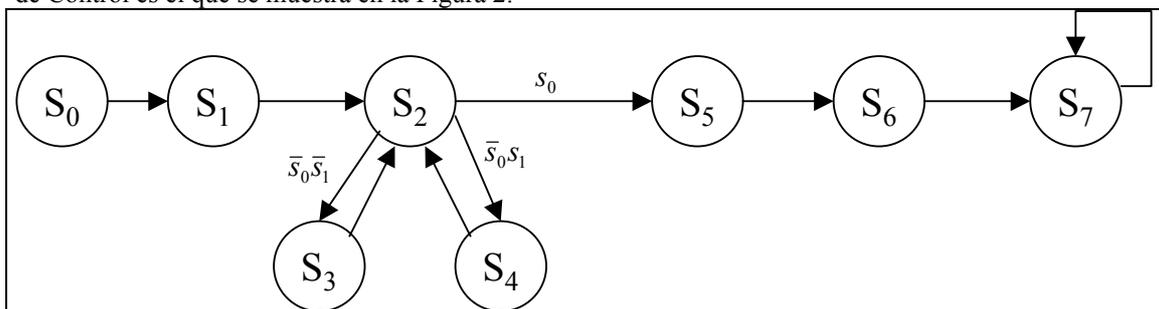
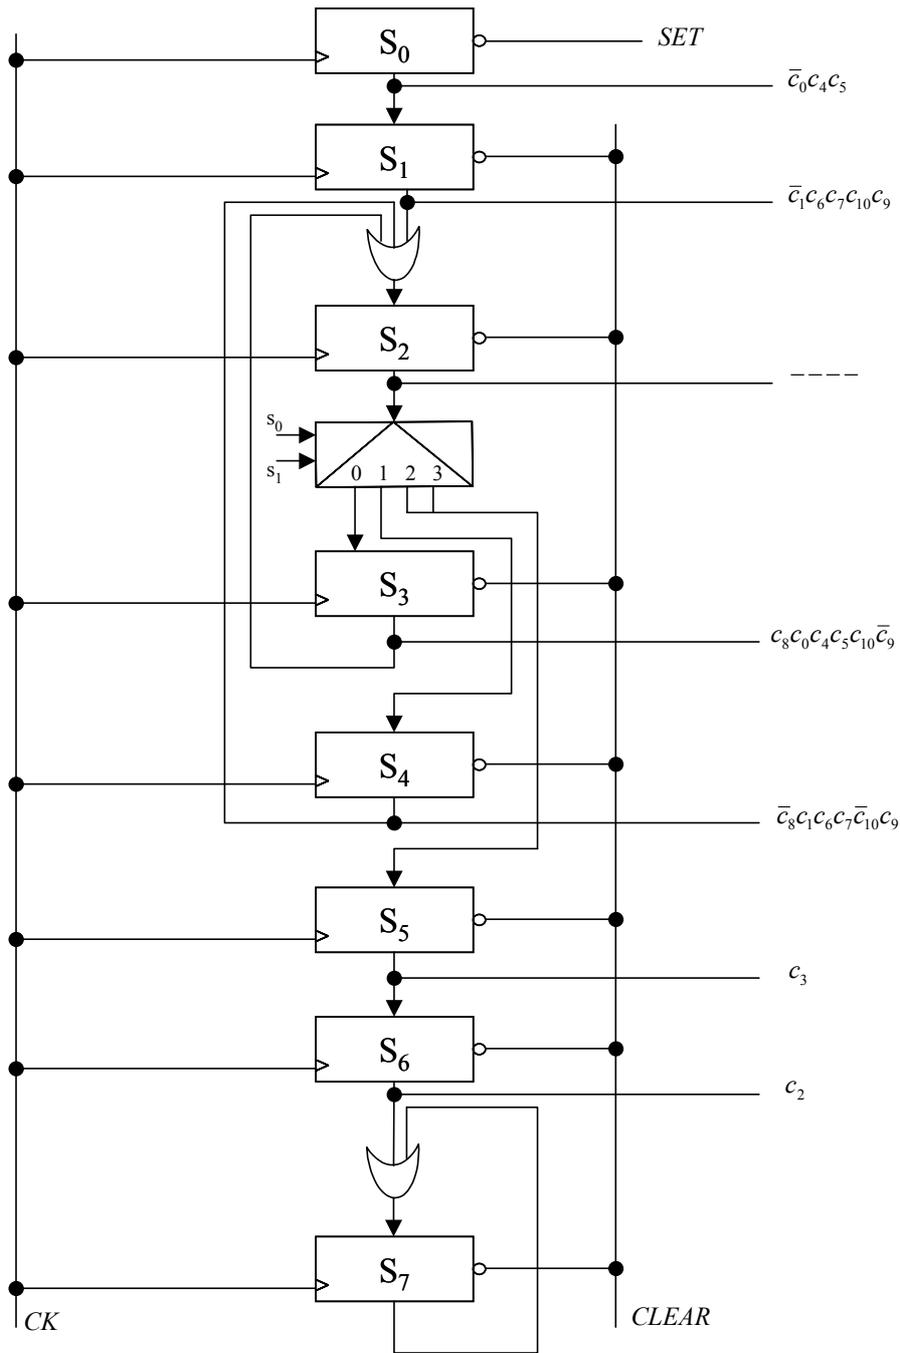
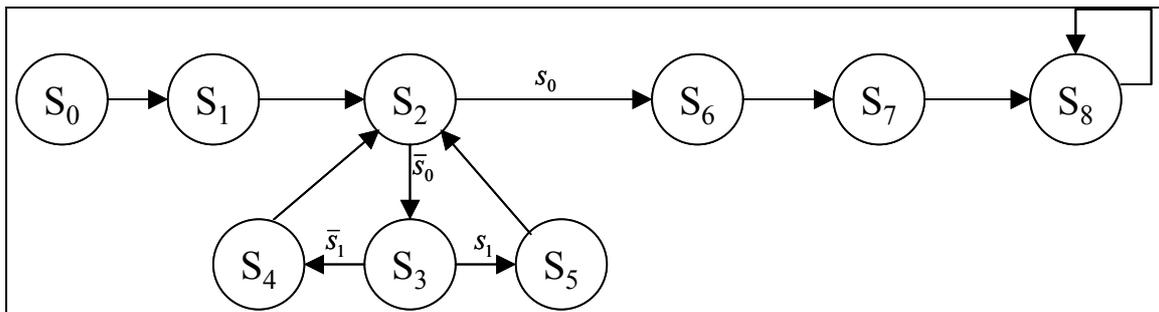

Figura 2 : Diagrama de estados de la Unidad de Control.
Figura 3 :Unidad de Control diseñada con un elemento de memoria por estado
Figura 5 : Diagrama de estados de la Unidad de Control.
Del algoritmo se deduce que un posible diagrama de estados (existen varias posibilidades) para la Unidad de Control es el que se muestra en la Figura 2.
Una vez definido el diagrama de estados y las microoperaciones y señales de control asociadas con cada estado estamos en condiciones de diseñar la Unidad de Control mediante la técnica de *los elementos de retardo*, esta técnica también es conocida como *diseño con un elemento de memoria por estado*. Utilizando esta técnica la implementación de la Unidad de Control es inmediata. Se debe observar atentamente el diagrama de estado de la Figura 2. Los pasos a seguir son :
La Unidad de Control diseñada se muestra en la Figura 3. Explicemos el funcionamiento de esta Unidad de Control. Inicialmente se activa la señal asincrónica de SET del elemento de memoria asignado al estado S0 y la señal asincrónica de CLEAR de los restantes elementos de memoria, así el elemento de memoria asignado a S0 contendrá un 1, mientras que los restantes elementos de memoria contendrán un 0. Este 1 se va a ir propagando por los diferentes elementos de memoria de acuerdo al diagrama de la Figura 2, en cada ciclo de reloj, de tal forma que en un instante de tiempo determinado solamente habrá un estado activo, es decir un elemento de memoria conteniendo un 1 los restantes elementos de memoria contendrán el valor 0
Si el diagrama de estados de la Unidad de Control de la Figura 2, se modifica añadiendo un estado donde se pregunte sobre el valor de  $s_1$ , entonces para pasar de un estado a otro solamente se necesita conocer el valor de una única señal de condición. Este nuevo diagrama de estado se muestra en la Figura 5.
En el diagrama de estados de la Figura 5 se tienen 9 estados, por lo que se necesitarían n=4 variables de estado (Q3, Q2, Q1, Q0) para codificarlos. Por otro parte se tienen q=2 (s0 en el estado S2 y s1 en el estado S3) variables de condición y m=11 señales de control. Entonces la capacidad de la memoria ROM necesaria si se desea utilizar un multiplexor de selección por campo es:
**Comentario :** Indicar que para diseñar la Unidad de Control, con el diagrama de estados de la Figura 5, utilizando únicamente una ROM y un registro. La capacidad de la ROM necesaria sería  $2^{4+2}$  palabras + (11+4) bits/palabras. Que es claramente mayor a las dos propuestas anteriores..